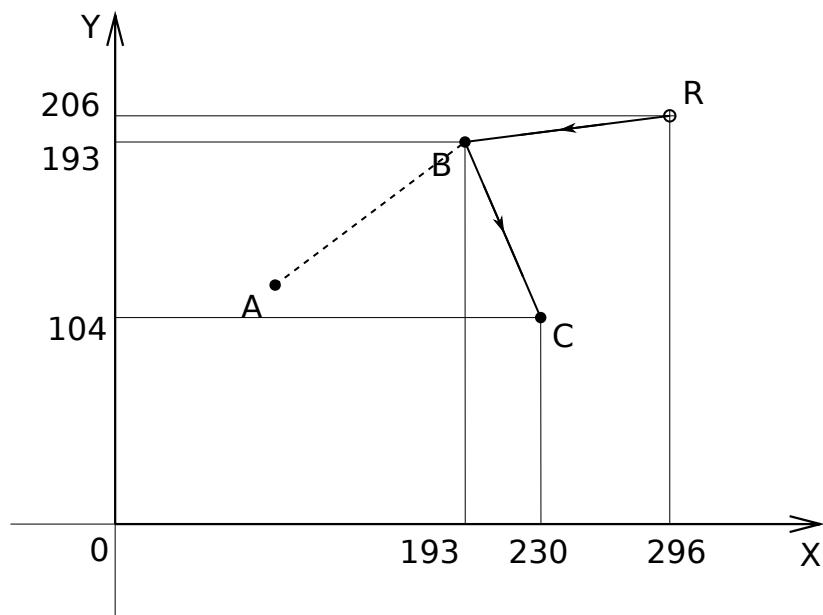

Рис. 2.7.2: Пример возврата из основного положения
**Пример.** Возврат из основной позиции по G29 (рис. 2.7.2)